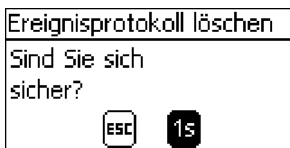

Abb. 16: Dialog Ereignisprotokoll löschen
1. → SET drücken. Abb. 16 erscheint.